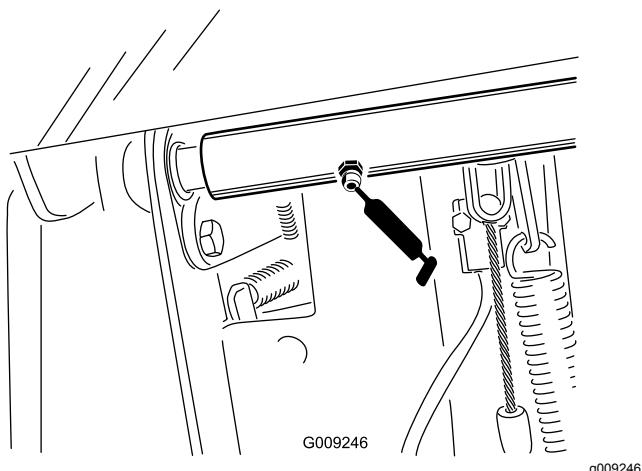

Bild 62
- Zwei Bremspedal-Drehzapfen der Wellenlager (Bild 62)